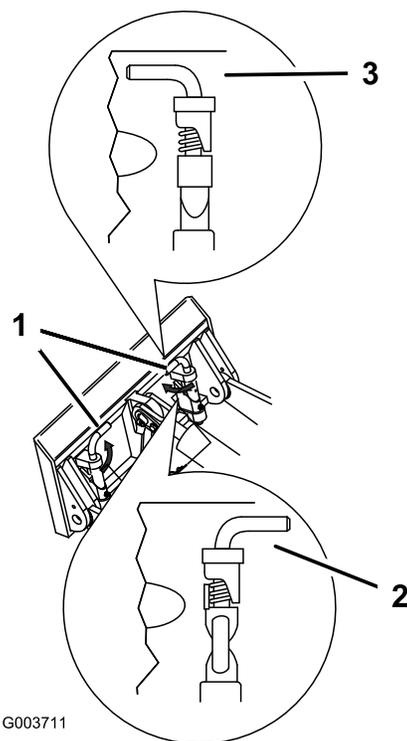

Рисунок 23
7. Закрепите быстроустанавливаемые штифты, убедившись в том, что они полностью вошли в монтажную поверхность (Рисунок 23).